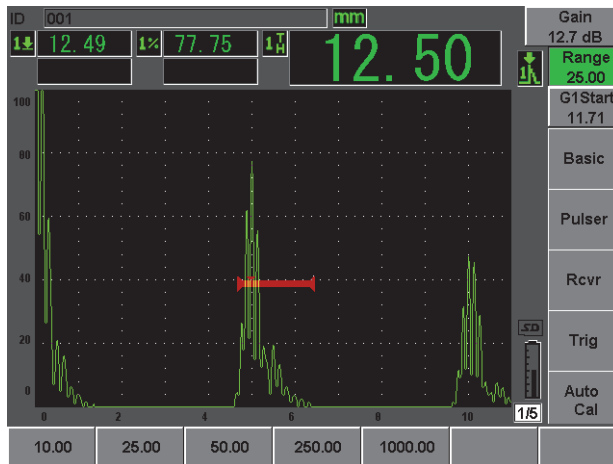

Figura 2-17 Il valore della scala
16. Premere il tasto **[RANGE]** (scala) ed in seguito regolare la scala della schermata al valore desiderato (vedi Figura 2-17 a pagina 54).